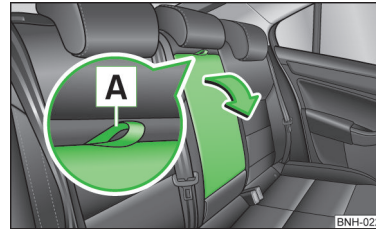

Abb. 40
- › An der Schlaufe **A** » Abb. 40 ziehen und die Armlehne in Pfeilrichtung vorklappen.